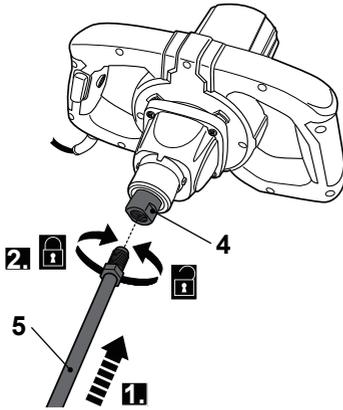

Fig. 3
>Alinear la varilla (5) con la toma (4). Atornillar el extremo de la varilla con la tuerca soldada en el sentido de las agujas del reloj en la toma (4) (Fig. 3).